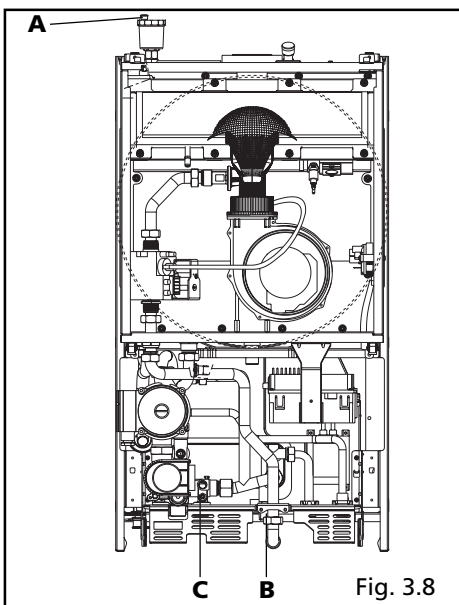

Fig. 3.8
- en caso de que la plantilla hidráulica de montaje no esté instalada, actuar en el grifo B situado debajo de la caldera (fig. 3.8)
No respeitante às referências aos vários componentes, consulte o desenho apresentado na fig. 3.8.